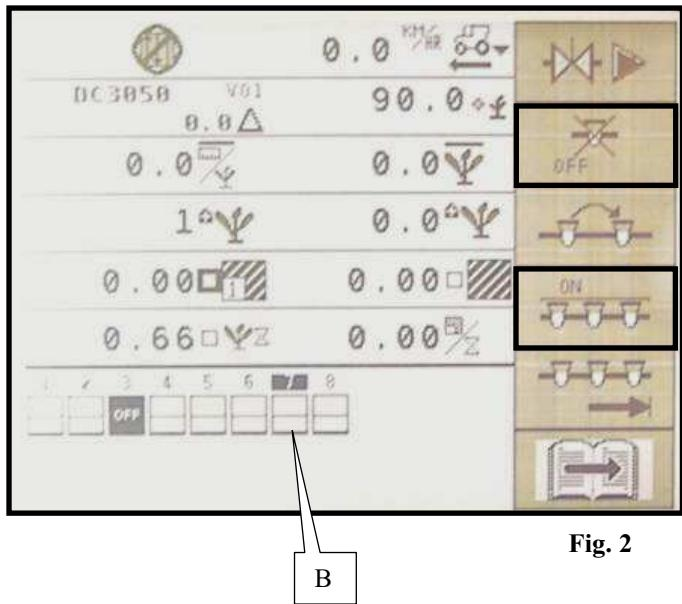

Fig. 2
- Appuyer sur la touche qui correspond à l'icône (Fig.2) pour couper le rang B qui est en surbrillance.
- Pour remettre en fonctionnement un rang vous devez le sélectionner, puis appuyer sur la touche **ON** pour le remettre en fonctionnement (Fig.2).
(Fig.2).